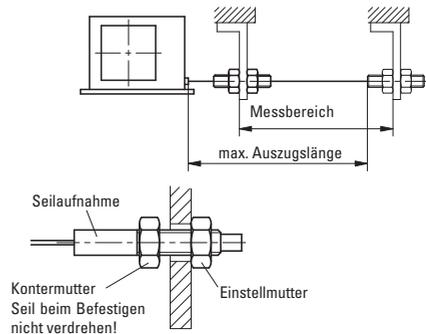

Abb. 2: Prüfung Auszugslänge
- Nach der Befestigung des Seilzuggebers ist die maximale Auszugslänge zu prüfen (siehe Abb. 2). Das Seilabschluss-Stück beziehungsweise das Seil muss dazu bis an die vorgesehene Befestigungsstelle ausgezogen werden. Das Seil darf dabei nicht verdreht werden.
Das Seil muss lotrecht zum Seilausgang geführt werden (siehe Abb. 2).